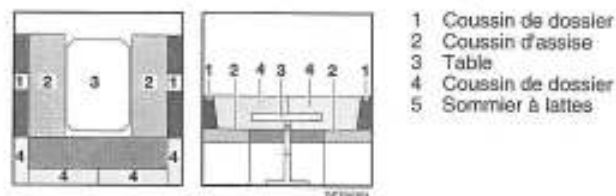

Fig. 94 Avant la transformation
- Convertir la table (Fig. 94,3) en sommier de lit (voir paragraphe 7.7).